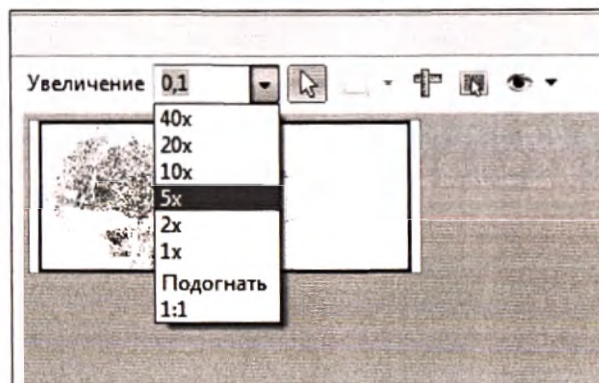

Рисунок 82 - Инструмент "Увеличение"
1. «Увеличение» - изменение увеличения из выбранных значений (Рисунок 82);